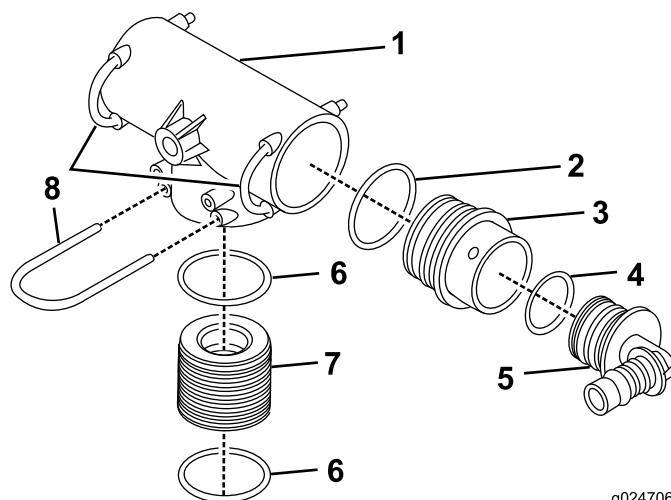

Figura 24
1. Monte o conjunto de montagem do T (Figura 24).